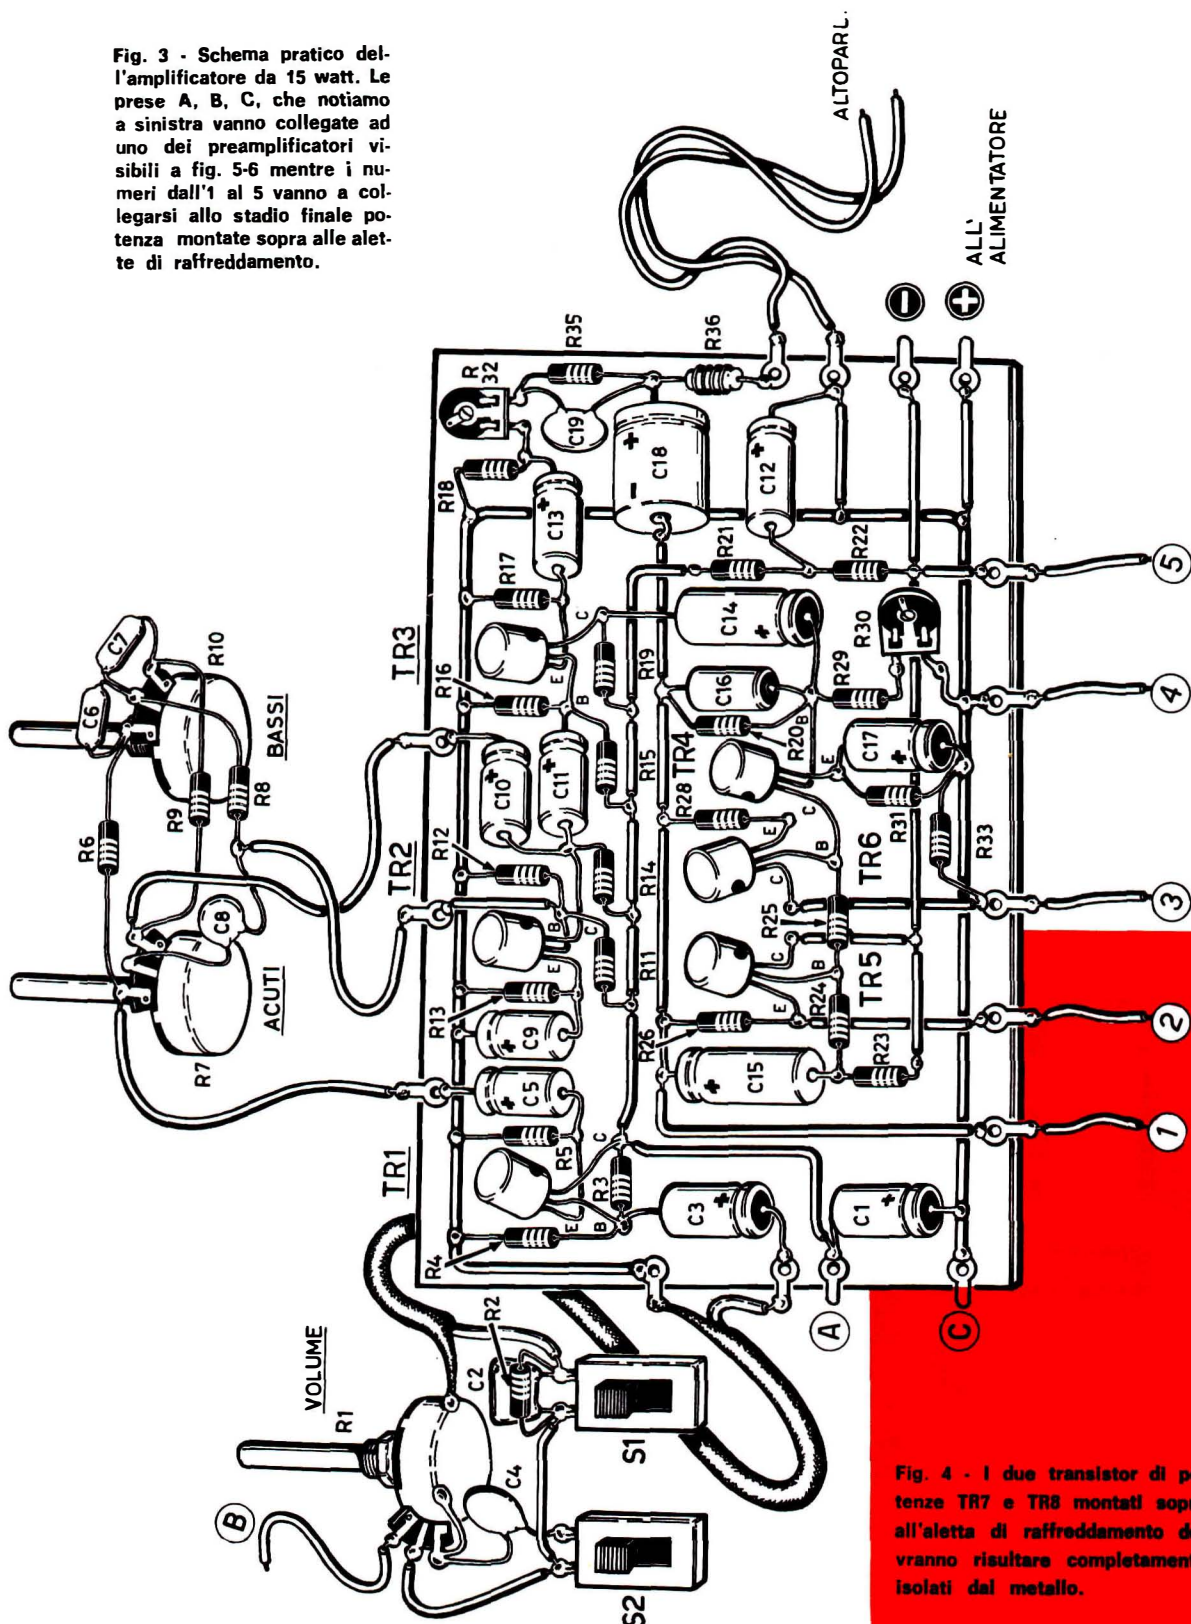

Fig. 4 - I due transistor di potenze TR7 e TR8 montati sopra all'aletta di raffreddamento dovranno risultare completamente isolati dal metallo.
Fig. 4 - Disegno del motoscafo visto in pianta ed in sezione longitudinale. Per ottenere le dimensioni reali, tutte le misure che ricaverete con una riga millimetrata, andranno moltiplicate per 2.
- lo stadio finale di potenza (fig. 4), montato su piastra di raffreddamento;
Passeremo, poi, alla realizzazione dello stadio finale di potenza (fig. 4) che, come noterete, è montata su di una piastra di raffreddamento in lega di alluminio, la quale è rintracciabile in commercio a prezzi assai moderati: essa deve misurare almeno cm.  $12 \times 7 \times 3,5$  ed è rinvenibile tra gli accessori forniti dalla I. R. Italiana per i suoi semiconduttori, distribuiti dalla GBC. Comunque, il radiatore può anche essere richiesto alla Ditta Zaniboni (Via S. Carlo, 7 - Bologna), presso la quale ci siamo forniti noi stessi. Il prezzo che la Ditta Zaniboni pratica per questo componente è di circa 1.200 lire.
I nostri lettori più intraprendenti, però, potranno realizzare il radiatore in casa, servendosi di trafilati di alluminio ad «U», che verranno rivettati su di una piastra base pure di alluminio. La forma che il radiatore dovrà assumere può essere desunta dal disegno presentato in fig. 4.